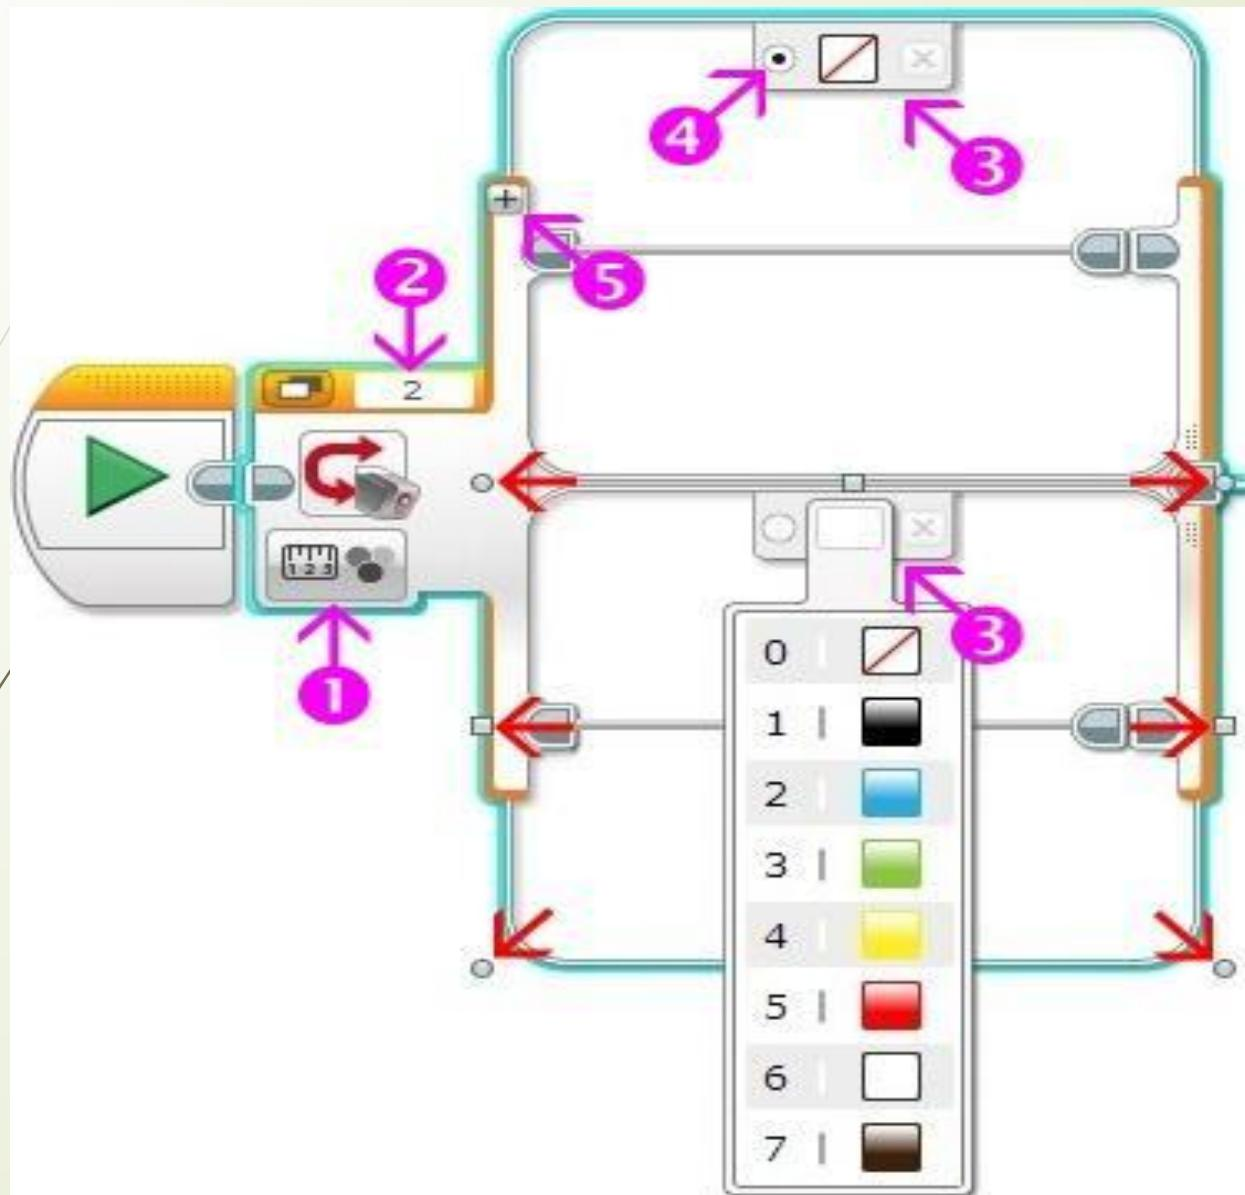

Рис. 2
- выбранный режим устанавливает изображение датчика цвета в блоке **(Рис. 2 поз. 1)**,
- порт, к которому подключен датчик, отображается в соответствующем поле блока **(Рис. 2 поз. 2)**,
- в настройках каждого программного контейнера выбирается значение, в соответствии с которым будут выполняться программные блоки, вложенные в этот контейнер **(Рис. 2 поз. 3)**,
- один из контейнеров должен быть объявленным "**Вариантом по умолчанию**" - в случае, если значению, полученному от датчика, не соответствует ни один контейнер, то выполняется контейнер, объявленный "**Вариантом по умолчанию**" **(Рис.2 поз. 4)**,
- Кнопка "+" добавляет программный контейнер в блоке "**Переключатель**" **(Рис. 2 поз. 5)**,
- Программный блок "**Переключатель**" может автоматически растягиваться, чтобы вместить все блоки, помещаемые внутрь. С помощью меток, помеченных красными стрелками, можно самому изменять размеры блока **(Рис.2)**.